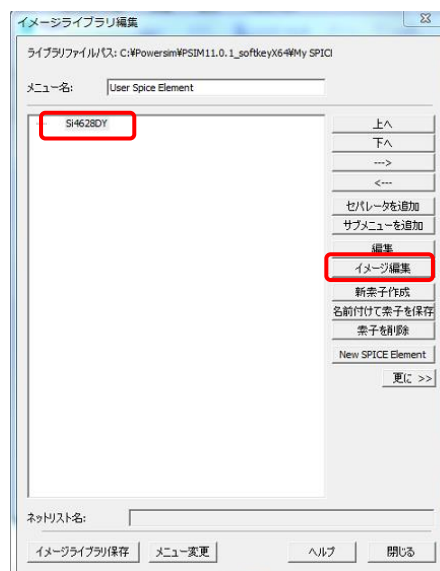

図 2-19 イメージライブラリ編集画面
- ・イメージリストのタブ▼から素子イメージとして対応するものを選択します。OK を押すと次の図 2-19 のようにイメージライブラリ編集で新規の素子“Si4628DY”が表示されます。